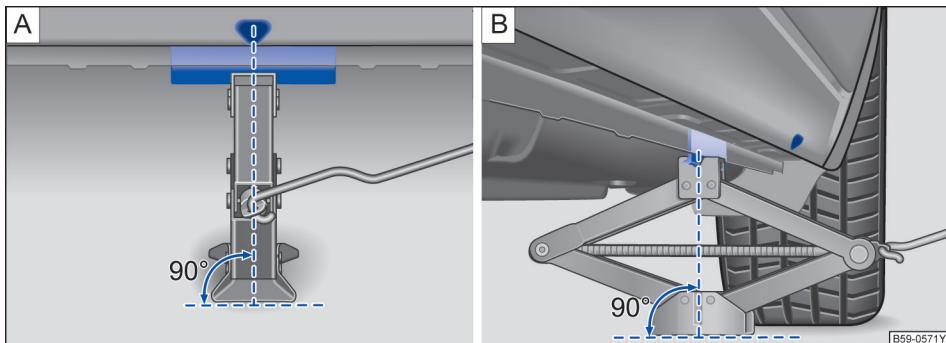
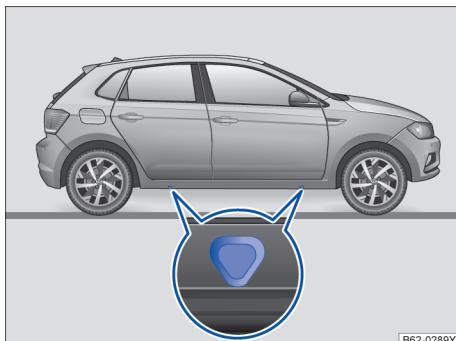

图 155 将千斤顶放在汽车左后侧
图 156 汽车千斤顶的支撑点
汽车千斤顶只允许放置在图示支撑点（车身上的标记）处 → 图 155 或 → 图 156。在每个车轮旁都有相应的支撑点 → **▲**。
- ✓ 在车身底部下方找到离更换的车轮侧的千斤顶支撑点 → 图 155。